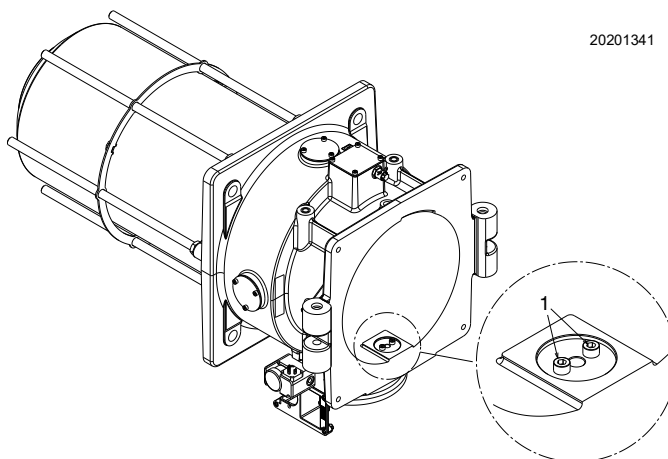

Fig. 21
L'impostazione di fabbrica per il gas centrale è con i seguenti fori di passaggio (Fig. 21).
- rimuovere o aggiungere una o più viti 1) (Fig. 21) nel seguente modo: